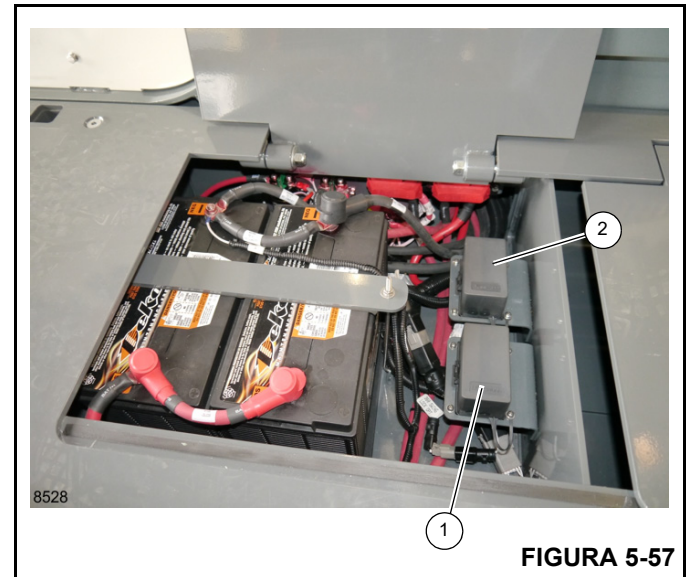

FIGURA 5-57
Hay dos tableros de fusibles en el compartimiento: el bloque de fusibles 3 (1, Figura 5-57) y el bloque de fusibles 4 (2). Consulte la Tabla 5-1 y la Tabla 5-2 para la identificación de los fusibles.